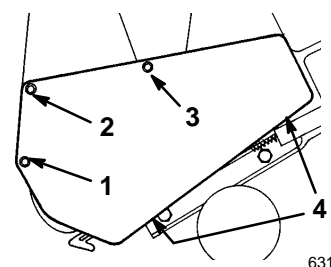

Figure 20
2. Retirer les 3 vis autotaraudeuses, les 2 boulons six pans, la rondelle et les 2 écrous de fixation du carter de courroie au châssis de la déneigeuse (Fig. 20). Déposer le carter de courroie.